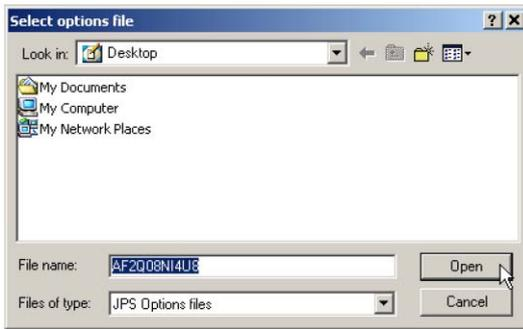

Figura 4-9. Carga de OAF
4. Busque el nuevo archivo de autorización de opciones. Los OAF tienen extensiones .jpo o .tpo y son exclusivos para cada receptor (Figura 4-9).
5. Seleccione el archivo apropiado y haga clic en **Open** (Figura 4-9). La nueva opción se cargará en el receptor y se actualizará la tabla del administrador de opciones.